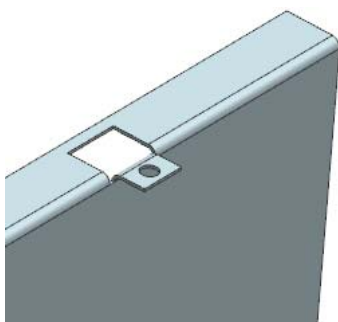

图 7-111 创建法向除料特征
(4) 返回到“法向除料”对话框，单击  按钮，创建法向除料特征，如图 7-111 所示。